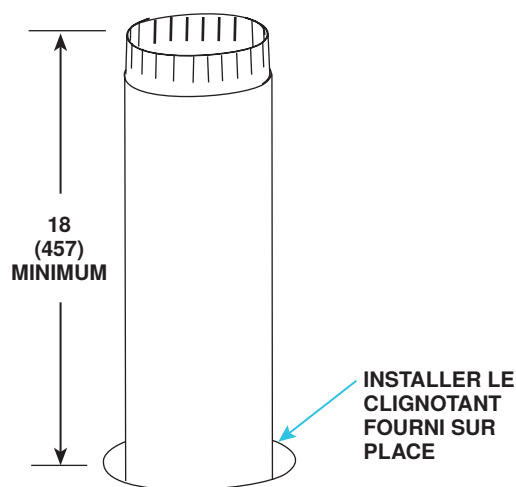

Figure 23. Tuyau d'air de combustion à travers le toit
- a. Insérez le tuyau d'air de combustion à travers le toit comme montré dans la Figure 23.